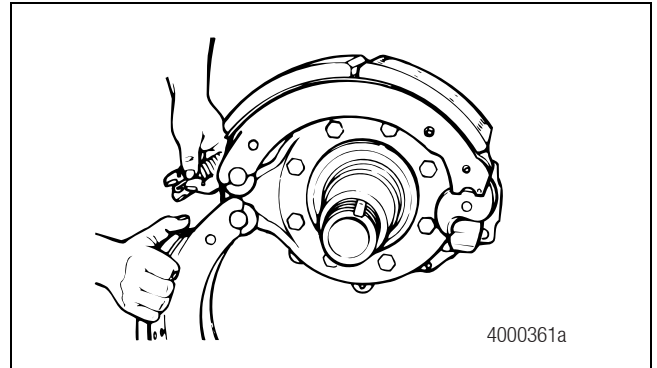

Figura 5.24
2. Coloque la zapata superior del freno en su posición en el pasador de anclaje de arriba. Sujete la zapata inferior del freno con el pasador de anclaje de abajo. Instale dos nuevos resortes de retención de la zapata del freno. Figura 5.24.